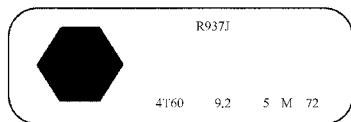

图 5-26 信息标签
27. 部件专家 A 说如图 5-26 所示的识别 (ID) 标签可能是来自驱动桥。部件专家 B 说图中的信息不但可以使用标签，也可以压制在驱动桥壳上。谁是正确的？